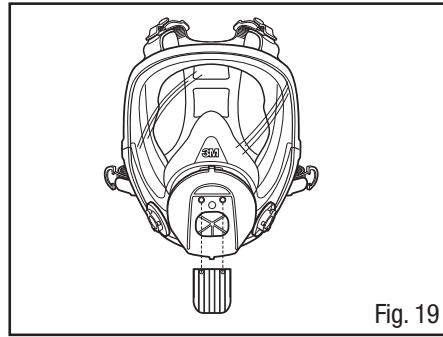

Fig. 19
4. Coloque a nova válvula de exalação de reposição sobre a porta de exalação, inserindo as hastes e puxando-as pelo lado oposto até que ambas estejam encaixadas (Figs. 19 e 20). Pressione lateralmente as hastes da válvula para assegurar que estejam devidamente fixadas.